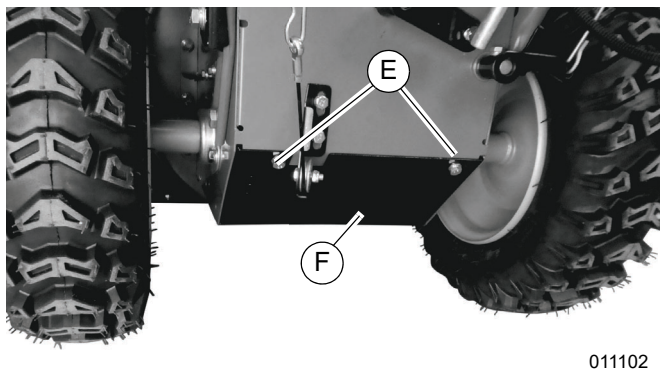

Figura 4-14. Ubicaciones de los pernos de la cubierta de la transmisión
3. Consulte la Figura 4-14. Retire los dos pernos (E) que fijan la cubierta de la transmisión (F) con una llave de 10 mm.